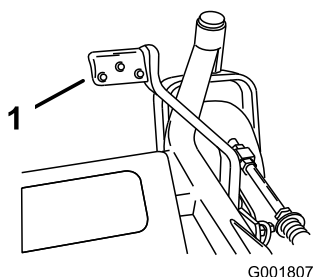

Figura 19
2. Presione la palanca de elevación asistida mientras tira hacia arriba de la palanca de ajuste de la altura de corte (Figura 19).